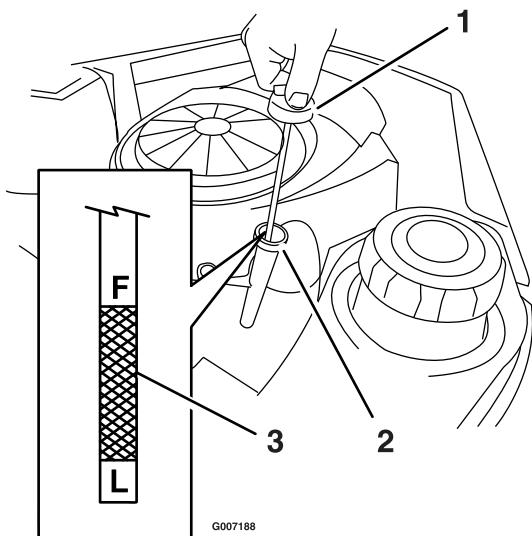
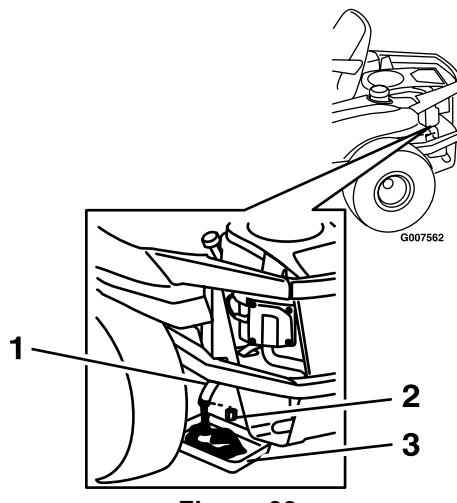

Figure 31
Figure 33
4. Sortez le bouchon de remplissage/la jauge de niveau d'huile et essuyez-la sur un chiffon. Remettez la jauge en place en l'enfonçant au maximum (Figure 31).
sous la machine, juste sous l'orifice de vidange du châssis, comme illustré à la Figure 33.
- 6. Enlevez le bouchon de vidange (Figure 33). Enlevez le bouchon de remplissage/la jauge (Figure 31).
- 9. Quand la vidange est terminée, replacez le bouchon de vidange. Serrez le bouchon à 14 Nm. Essuyez l'excédent d'huile sur le châssis (Figure 33).
- 11. Posez le filtre à huile de rechange sur le socle de montage. Tournez le filtre dans le sens horaire jusqu'à ce que le joint soit en appui contre le socle, puis donnez de 1/2 à 3/4 tour supplémentaire (Figure 33).
- 14. Vérifiez le niveau d'huile (Figure 31) (voir Contrôle du niveau d'huile).